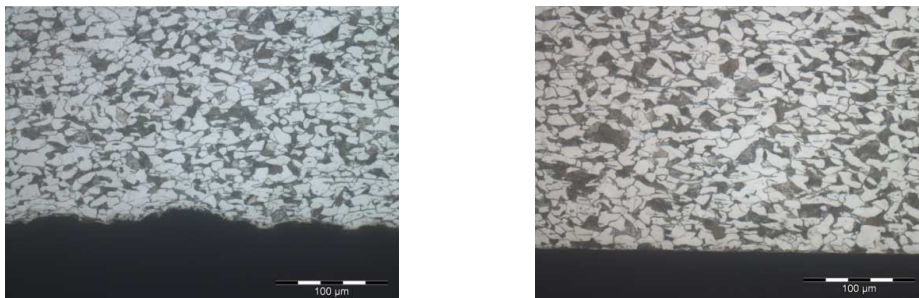

Figura 2: Sección transversal de una zona con defectos y otra sin ellos.
- *Diagnóstico:* El análisis microestructural muestra que el eje no lleva ningún tipo de endurecimiento (figura 2). Se trata de un eje muy blando, por lo que todo indica que las marcas las ha producido el propio cliente durante el montaje.